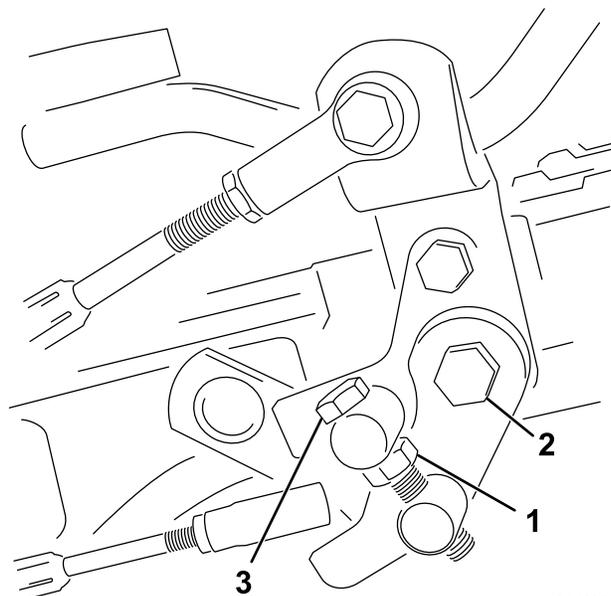

図 49
1. トラニオンボルトのジャムナットをゆるめる図 49。
4. トラニオンボルトのジャムナット、およびペダルピボットのナットを締め付けて調整を固定する図 49。調整を確認し、必要に応じて再調整する。